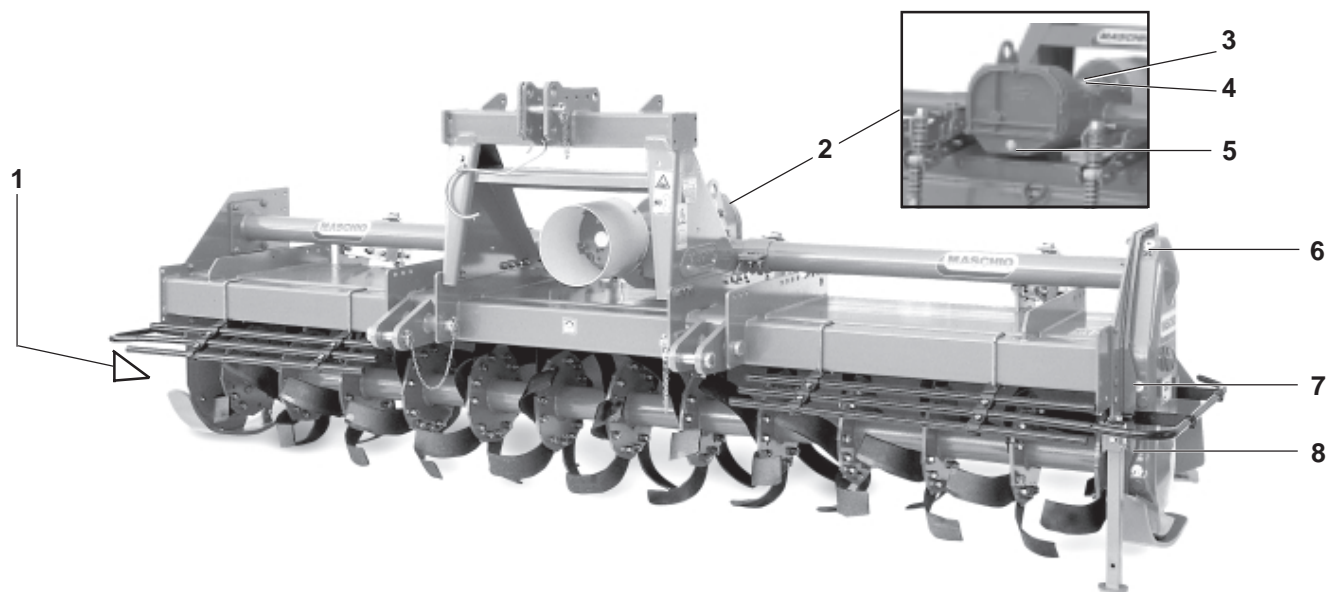

Fig. 31
- *Check the level of the oil in the gearbox (3 Fig. 31) and top up to the level mark on the rod as necessary (4 Fig. 31).*
- *Side transmission gears: check the level of the oil in the side casing of the transmission unit, unscrewing the level plug (7 Fig. 31) and checking that oil flows out. Add oil through the fill plug if necessary (6 Fig. 31). It should flow from the level plug.*
- *Change the oil in the in the gearbox and transmission casing by completely draining off the old oil through the drain plug under the reduction unit and through the transmission drain plug (5 and 8 Fig. 31).*
- Die Rotorachszapfen (1 Abb. 31) schmieren.
- Den Ölstand im Gang-Gehäuse kontrollieren (3 Abb. 31); ev. bis zum Ölstandzeichen, das auf dem Stab angebracht ist, nachfüllen (4 Abb. 31).
- Zahnradantrieb: den Ölstand im Seitenantrieb prüfen. Dazu den Ölstandsstopfen (7 Abb. 31) losschrauben und prüfen, ob Öl ausfließt. Ggf. durch den Öleinfüllstopfen (6 Abb. 31) soviel Öl nachfüllen, bis das Öl am Ölstandsstopfen ausläuft.
- Das Öl im Getriebe wechseln. Dazu die Ölablaßschraube unter dem Getriebegehäuse und den Stopfen des seitlichen Antriebs (5 und 8 Abb. 31) losschrauben und das Öl ausfließen lassen.
- *Graissez les fusées du rotor (1 Fig. 31).*
- *Contrôlez le niveau de l'huile dans la boîte de vitesse (3 Fig. 31). Si nécessaire, rajouter de l'huile jusqu'au cran sur la jauge (4 Fig. 31).*
- *Entrainement latéral par pignons: contrôlez le niveau de l'huile dans le carter latéral de la transmission en dévissant le bouchon de niveau (7 Fig. 31) et vérifiant si l'huile sort. Si nécessaire rajouter de l'huile par le bouchon de remplissage (6 Fig. 31) jusqu'à ce qu'elle sorte par le bouchon de niveau.*
- *Vidangez entièrement l'huile du boîte de vitesse et du carter de transmission à travers le bouchon de vidange qui se trouve sous la boîte du réducteur et par le bouchon de vidange de la transmission (5 et 8 Fig. 31).*
- Engrasar los ejes del rotor (1 Fig. 31).
- Controlar el nivel de aceite en la caja de cambio (3 Fig. 31), eventualmente rellenar hasta la muesca de nivel presente en la varilla (4 Fig. 31).
- Transmisión lateral por engranajes: controlar el nivel de aceite en el cárter lateral de la transmisión, desentrosando el tapón de nivel (7 Fig. 31) y controlando que salga el aceite. Eventualmente agregar aceite a través del tapón de llenado (6 Fig. 31), hasta que veamos que sale por el tapón de nivel.
- Efectuar el cambio completo del aceite, tanto la caja de cambio como también del cárter de transmisión, descargando completamente el aceite del tapón de descarga presente debajo de la caja del reductor y del tapón de descarga transmisión (5 y 8 Fig. 31).